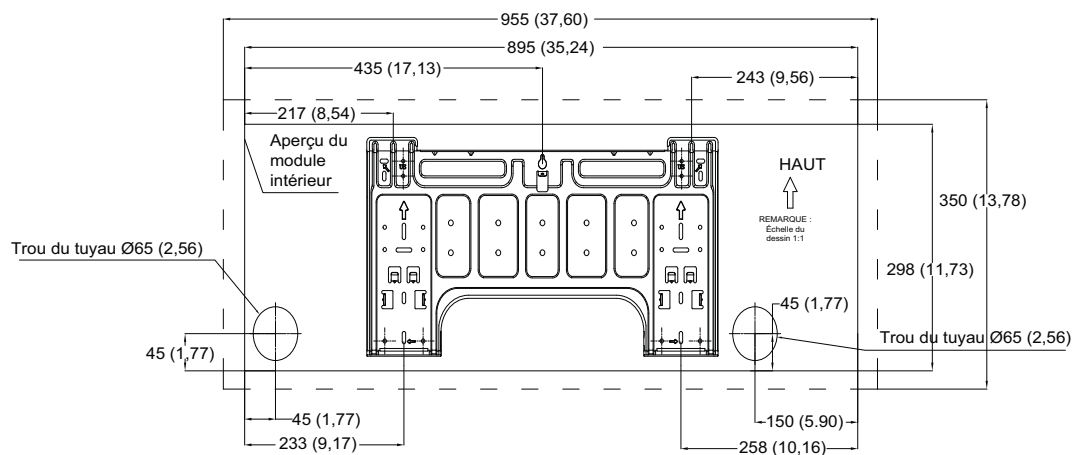
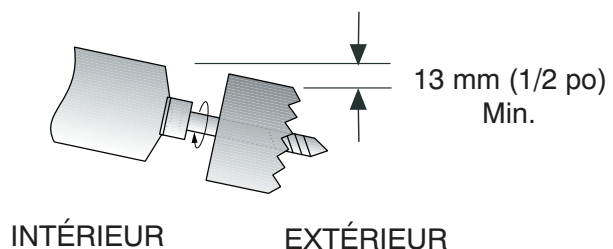

Fig. 4 – Capacités 9 000 et 12 000
Fig. 9 – Perçage des trous
Laissez suffisamment d'espace pour permettre la circulation d'air et l'entretien de l'appareil. Voir fig. 4 pour connaître les distances minimales requises entre l'appareil et les murs ou les plafonds.
La dimension des plaques de montage varie selon les modèles. Vérifiez que l'espace de montage du module intérieur est suffisant (voir les figures 4 et 5). Ces figures montrent les cotes suivantes :
- Déterminez l'emplacement du trou du tuyau en utilisant la plaque de montage comme modèle. Percez le trou du tuyau sur un diamètre conforme aux valeurs indiquées aux figures 4 et 5. Le trou du tuyau extérieur est inférieur de 13 mm (1/2 po) minimum au trou du tuyau intérieur, il est donc légèrement incliné vers le bas (consultez la fig. 9).